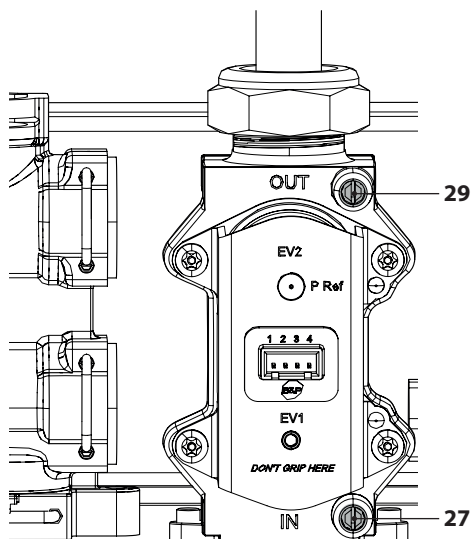

Figura 7.1
- A caldaia spenta (fuori servizio), controllare la pressione di alimentazione utilizzando la presa 27 in Figura 7.1 e confrontare il valore letto con quelli riportati nella tabella Pressioni di alimentazione gas nella sezione "Dati tecnici M375CB.2025 SM" a pag. 26, "Dati tecnici M375CB.2530 SM" pag. 30 e "Dati tecnici M375CB.3035 SM" pag. 34.
- Richiudere bene la presa di pressione 27 in Figura 7.1.